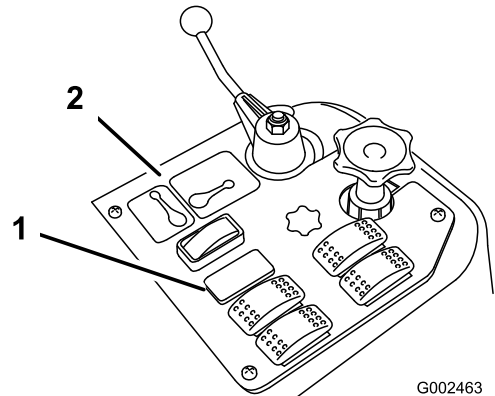
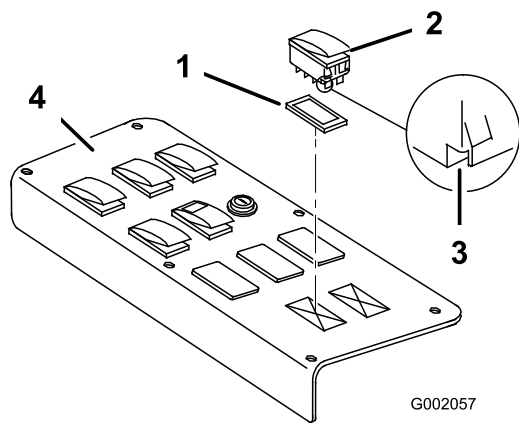

Figura 17
Figura 18
1. Retire el panel de control de fumigación para tener acceso a su cara inferior (Figura 17 para el 1200 y Figura 18 para el 1250).
2. Retire el tapón de la ranura del Sonic Boom del panel de control de fumigación del vehículo e instale el interruptor basculante suministrado en su lugar (Figura 17 para el 1200 y Figura 18 para el 1250).
Nota: Asegúrese de que la orientación del interruptor coincide con lo indicado en Figura 18, con la muesca orientada hacia la parte trasera del vehículo.